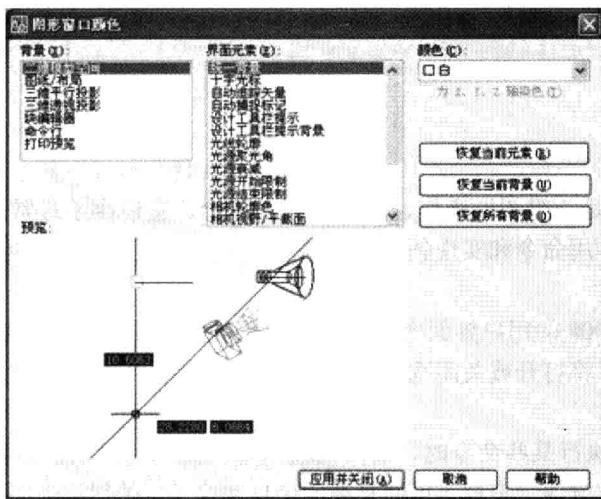

图 1-4
a. 单击“窗口元素”选项组中的“颜色(C)”按钮，将弹出“图形窗口颜色”对话框，如图 1-4 所示。